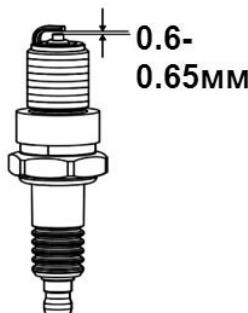

Рис.13. Свеча зажигания
- Измерьте зазор между электродами свечи зажигания специальным щупом. Зазор должен быть 0,6-0,65мм (Рис.13). При увеличении или уменьшении требуемого зазора рекомендуется заменить свечу, так как регулировка зазора может привести к изменению качества искрообразования.